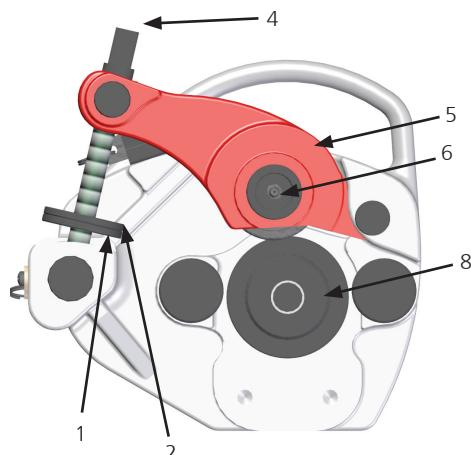

Figura 2
- Sobre un banco o en el suelo, gire en sentido antihorario tanto la contratuerca (ver figura 2, n.º 2) como la tuerca de regulación (ver figura 2, n.º 1).
- Gire en sentido antihorario el tornillo de avance (ver figura 2, n.º 4) para "levantar" el rodillo superior del husillo de arrastre (ver figura 2, n.º 5).